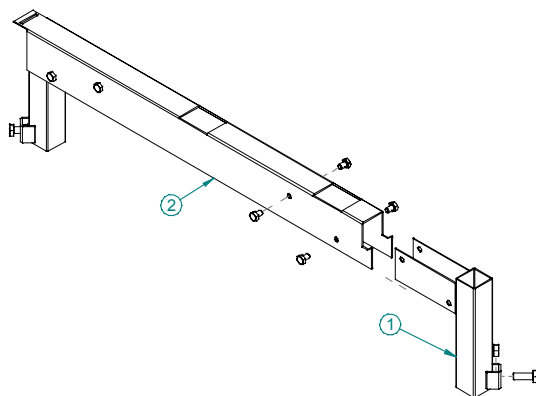

Рис. 4.9
- Закрепить скобки (1) с M8 x 16 болтов на перекрестных соединениях (2), (рисунок 4.9)